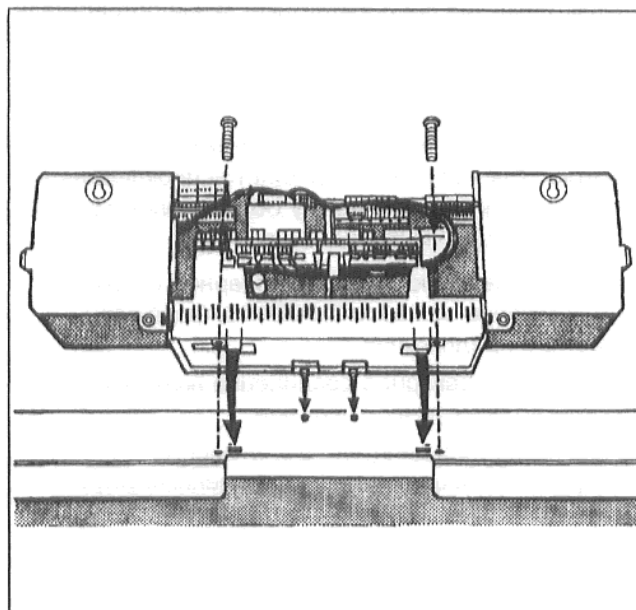

Рис. 14: Привинчивание устройства регулирования; HS 431x в качестве примера
- Установить устройство регулирования на передний кожух котла таким образом, чтобы вставные крюки на нижней стороне устройства регулирования вошли спереди в овальные отверстия (Рис. 14).
Вставить в отверстие в переднем кожухе котла капиллярные трубки датчиков температуры и, при устройстве регулирования "Ecomatic", линию датчика температуры воды подающей линии котла (Рис. 14).
- Подать устройство регулирования вперед, прижимая при этом вниз, чтобы два эластичных крюка зафиксировались в задних отверстиях (Рис. 14).
- Привинтить устройство регулирования двумя винтами к переднему кожуху котла (Рис. 14).